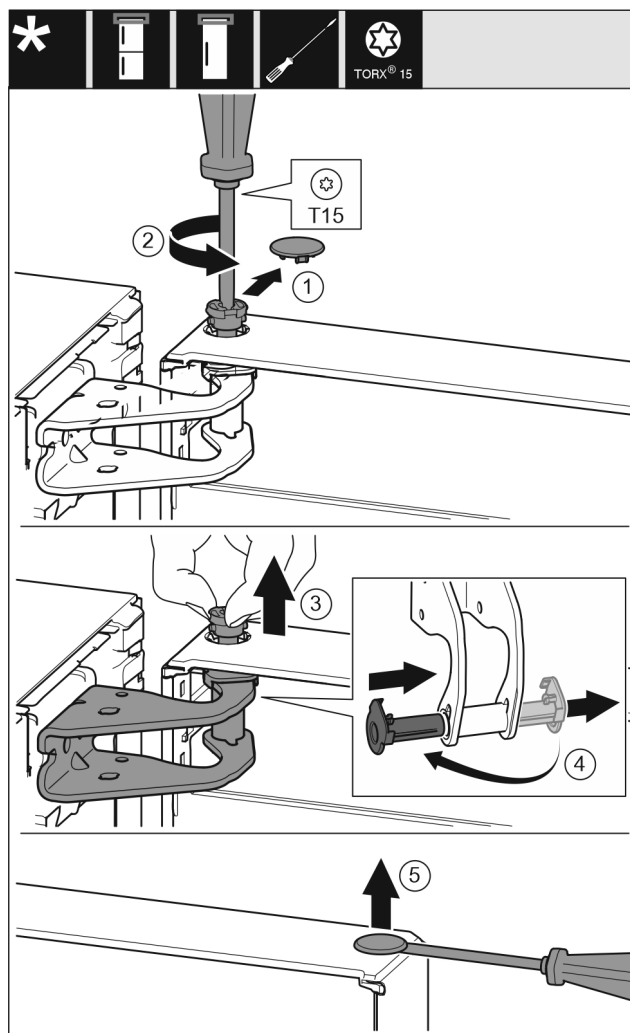

Fig. 12
- Træk forsigtigt sikringsafdækningen af. Fig. 12 (1)
- Skru bolten lidt ud med en skruetrækker T15. Fig. 12 (2)
- Hold fast i døren, og træk boltene ud med fingrene. Fig. 12 (3)
- Træk lejbøsningen ud af føringen. Sæt den i fra den anden side, og lad den gå i indgreb. Fig. 12 (4)
- Løft forsigtigt propperne ud af lågens lejbøsning med en kærveskruetrækker, og træk dem ud. Fig. 12 (5)